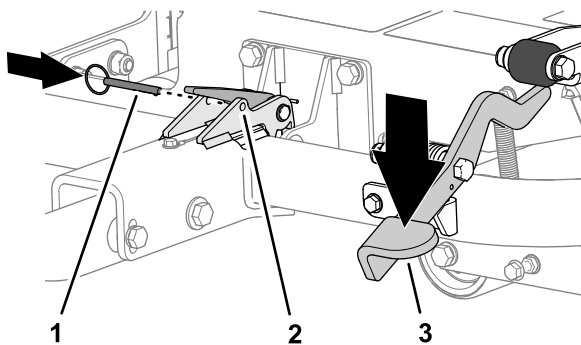

Figure 20
3. Appuyez sur la pédale d'attelage jusqu'à ce que l'attelage se verrouille en place (Figure 20).
4. Insérez la goupille de verrouillage dans les trous du verrou (Figure 20).